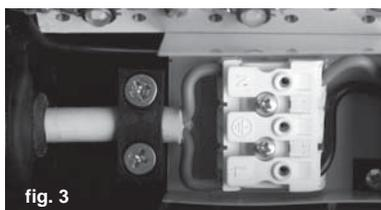

fig. 3
- Le câble doit passer sous la barrette de serrage et sortir de 3 mm ~ (fig. 3).
- Das Kabel muss unterhalb der entsprechenden Brücke verlaufen und 3 mm ~ hinausstrecken (Abb. 3).